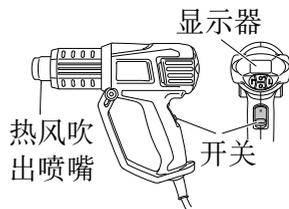

图 1
1. 开关操作和温度调节 (图 1、2)
2. 调节温度 (图 1、2、3)
3. 风量调节 (图 1、3)